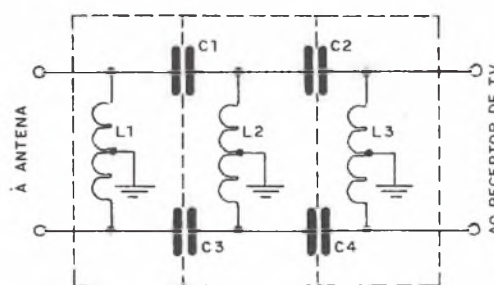

FIGURA 12
**LISTA DE MATERIAL DA FIGURA 12.**